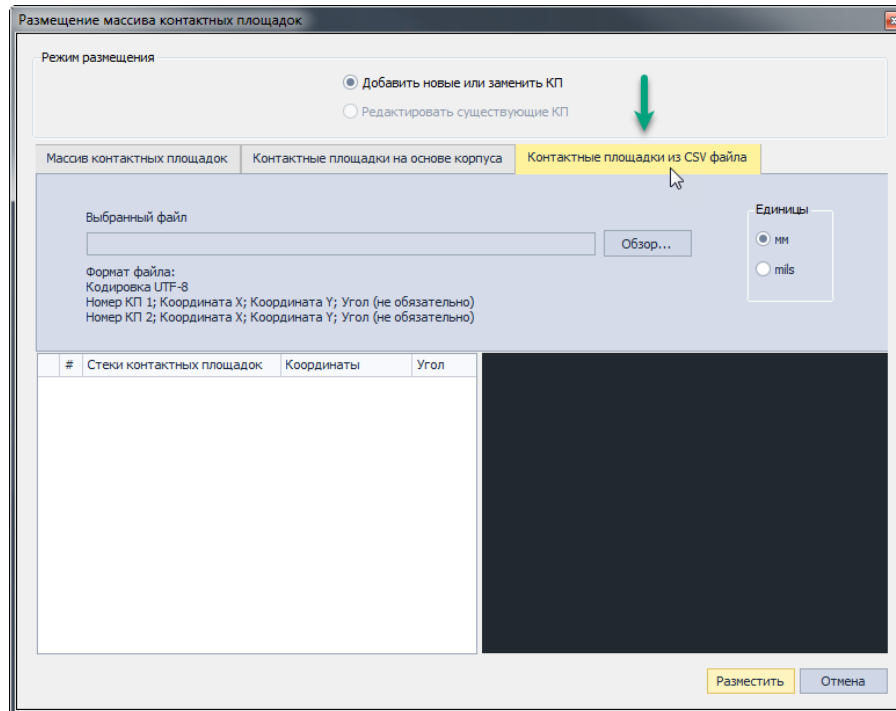

Рис. 108 Вкладка «Контактные площадки из CSV файла»
1. Переключитесь на вкладку «Контактные площадки из CSV файла», см. Рис. 108.